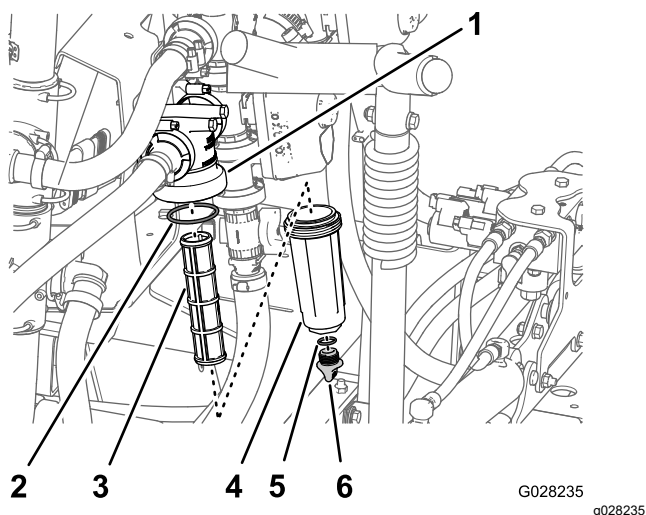

Рисунок 52
2. Поместите сливной поддон под фильтр линии нагнетания (Рисунок 52).
3. Поверните крышку сливного отверстия против часовой стрелки и снимите ее со стакана фильтра линии нагнетания (Рисунок 52).
4. Поверните стакан против часовой стрелки и отделите его от головки фильтра (Рисунок 52).
5. Снимите элемент фильтра линии нагнетания (Рисунок 52).
7. Проверьте прокладку пробки сливного отверстия (расположенную внутри стакана) и прокладку стакана (расположенную внутри головки фильтра) на наличие повреждений и износа (Рисунок 52).
8. Вставьте элемент фильтра линии нагнетания в головку фильтра (Рисунок 52).
9. Установите стакан на головку фильтра, затянув от руки (Рисунок 52).
10. Установите крышку сливного отверстия на штуцер в нижней части стакана и затяните крышку от руки (Рисунок 52).